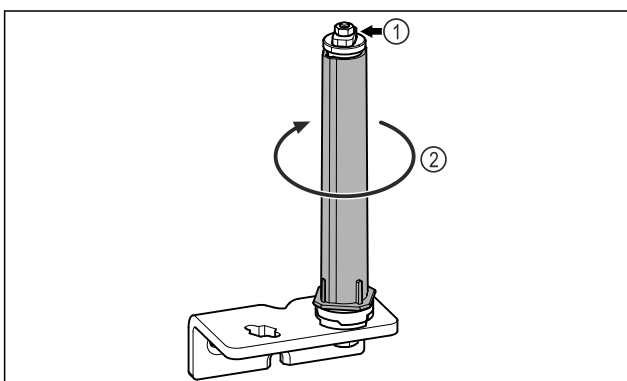

Fig. 18
- ▶ Nerozebírejte uzavírací systém dvířek Fig. 18 (1).
- ▶ Otáčejte uzavíracím systémem Fig. 18 (2), dokud nezacvakne.